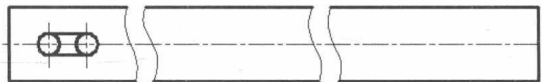

图 1.1.11 绘制两条水平直线
(6) 绘制图 1.1.11 所示的两条水平直线。
① 选择下拉菜单 **绘图(D)** → **直线(L)** 命令, 分别选取两圆的上半圆与垂直中心线的交点, 按 Enter 键结束直线的绘制。
② 按 Enter 键以重复执行绘制直线命令, 分别选取两圆的下半圆与垂直中心线的交点, 按 Enter 键结束命令。
(7) 修剪图形。选择下拉菜单 **修改(M)** → **修剪(T)** 命令, 对图 1.1.11 所示的图形进行修剪, 修剪后的结果如图 1.1.8 所示。